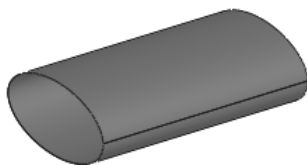

图 2.3.5 放样折弯 1
Step5. 创建图 2.3.5 所示的放样折弯 1。选择下拉菜单 **插入(I)** → **钣金(B)** → **放样的折弯(L)...** 命令；依次选取草图 1 和草图 2 作为放样折弯特征的轮廓；在“放样折弯”对话框的 **厚度** 文本框中输入数值 1.5；单击 按钮，完成放样折弯特征的创建。